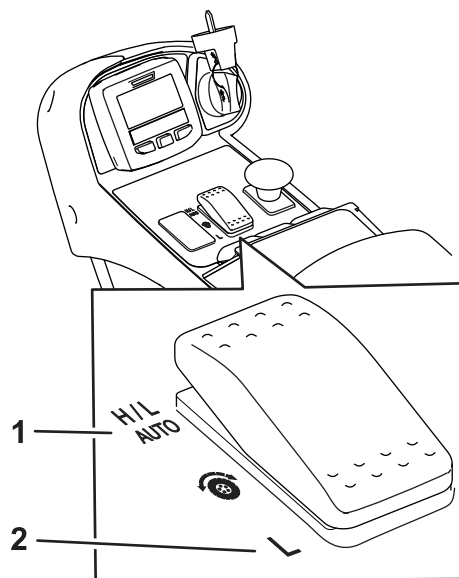
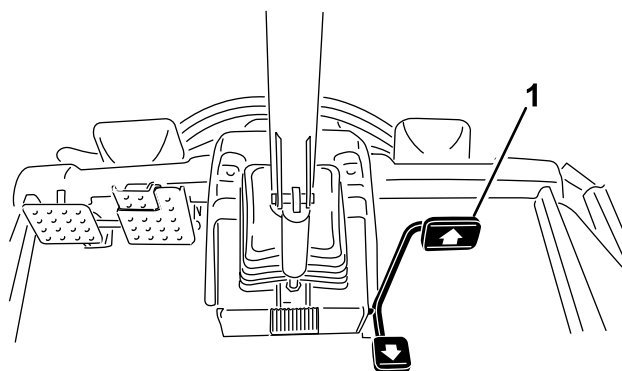

图 20
图 21
- 在正常操作条件下本机器应在速度档位开关图 20 的高/低自动位置操作。该位置可以让机器在低速和高速档位之间自动切换具体取决于使用该机器剪草还是行驶。
- 选择速度档位开关图 20 上的低位置时机器将始终在低速档位运行。此设置更适合用于车间区域中的操作、从拖车上装卸货物、爬上陡峭的斜坡或不需要高速档位的更高牵引速度的任何其他操作。
本机器配备有 2 个牵引速度档位 — 低速和高速。速度档位开关可以让您选择以下位置图 20
当完全向前踩下踏板时此功能可设置机器的最大速度图 21。您可以为低档和高档设置单独的速度图 20。